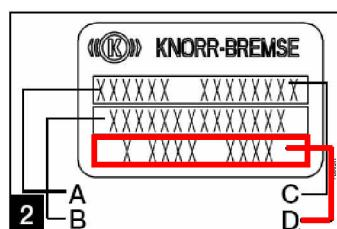

Figura 2: Schema diciiture della targhetta d'identificazione
- I freni SK7 (prima riga nella targhetta d'identificazione → A) con data di produzione dalla settimana 23a alla 53a del 2004; la data di produzione è indicata sulla targhetta d'identificazione dei freni nella terza riga, si veda la figura 2 (D) con il codice seguente: A 0423 ...; A=Aldersbach, 04 = anno 2004, 23= settimana 23.